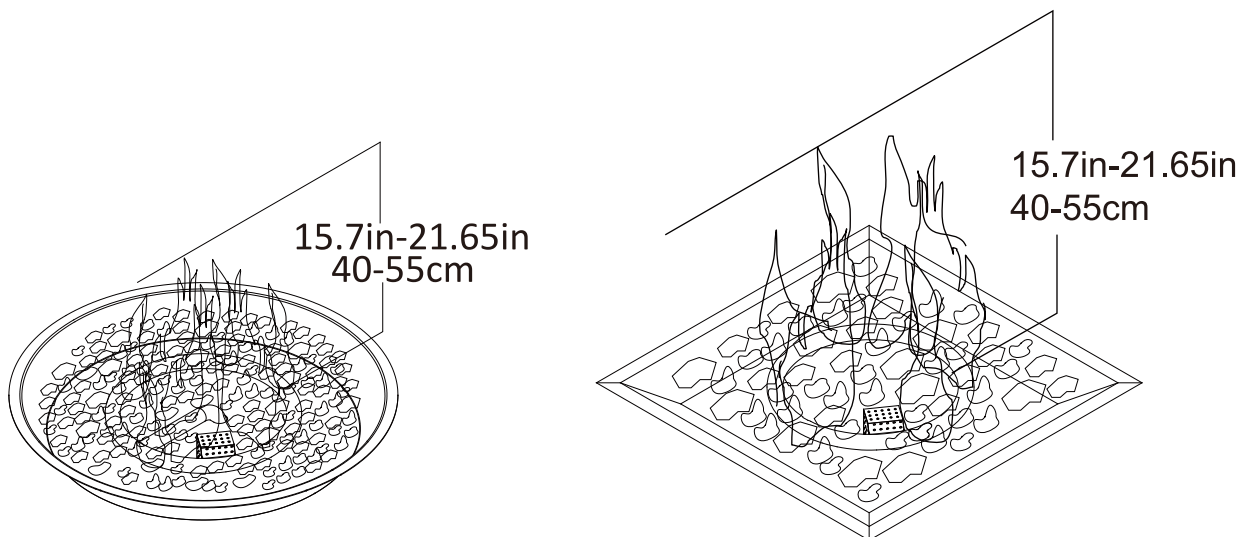

Figura 3
10. Tras el encendido, observe la llama del quemador y asegúrese de que todos los orificios del quemador estén encendidos y de que la altura de la llama coincida con la ilustración (Figura 3).